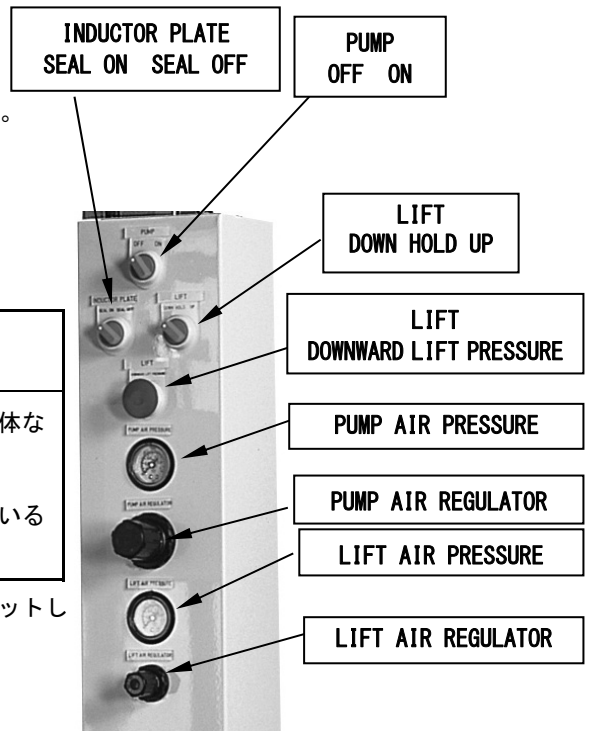

Fig.5.6
(Fig.5.6)
- 6) 「LIFT」スイッチを DOWN に切換えてください。(Fig.5.6)
- 7) インダクタープレートがインキ面に到達確認で即座 (2 秒以内) に「INDUCTOR PLATE」スイッチを SEAL ON (拡大) に切換え、ワイパーでドラム面とインキ面をシールしてください。(Fig.5.6)